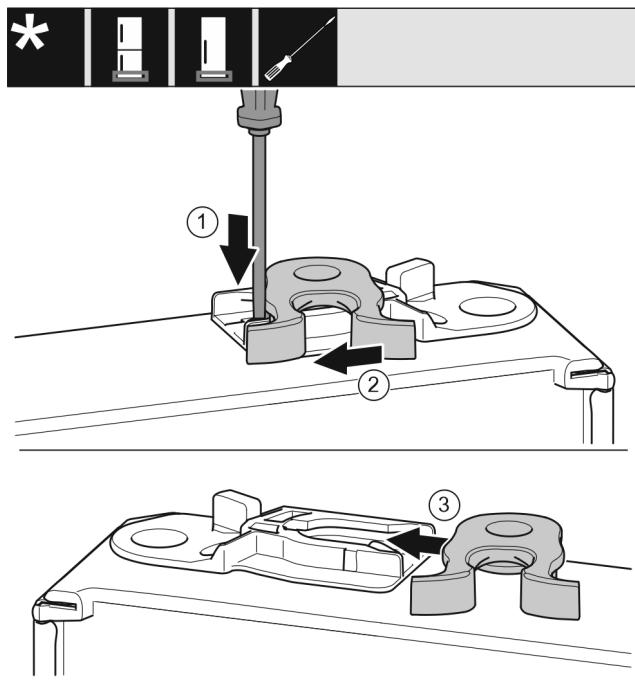

Fig. 18
- Lasche mit Schlitzschraubendreher nach unten drücken. *Fig. 18 (1)*
- Schließhaken aus Führung ziehen. *Fig. 18 (2)*
- Schließhaken auf anderer Seite in Führung schieben. *Fig. 18 (3)*